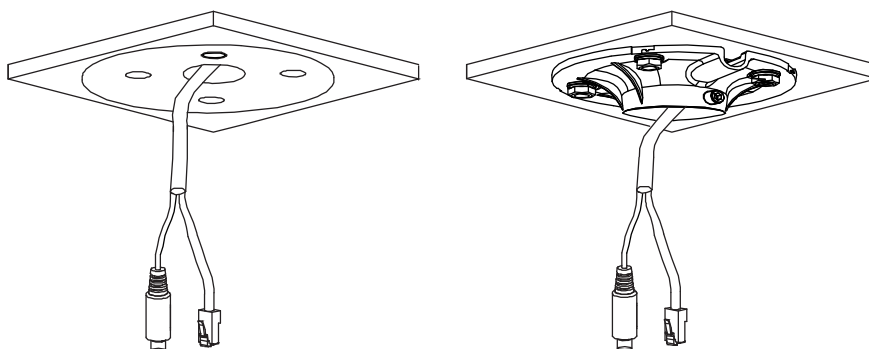

Рисунок 5.3 – Монтаж
4. Заведите необходимые кабели внутрь кронштейна (Рисунок 5.3).